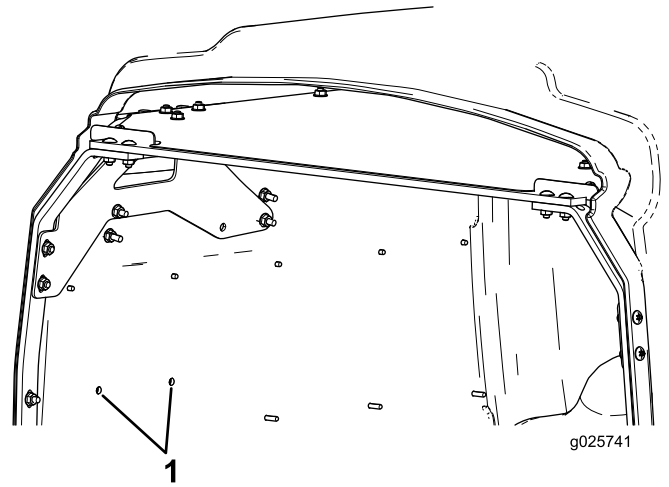

Figure 11
7. Si vous avez une machine Toro, utilisez les trous existants dans la trémie pour repérer les nouveaux trous, puis percez les trous dans les plaques latérales au moyen d'un foret (5/16 po) en passant par l'intérieur de la trémie (Figure 11).